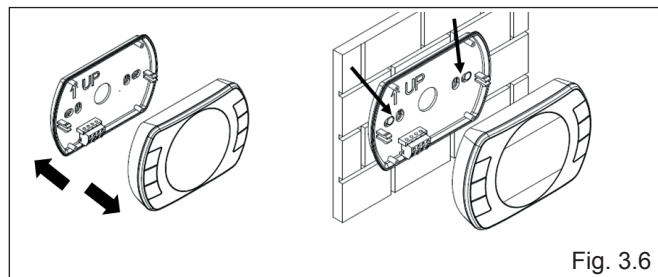

Fig. 3.6
- separare il pannello comandi dallo zoccolo (fig. 3.6)
- utilizzare lo zoccolo come dritta per segnare i punti di fissaggio sulla parete (fig. 3.6)